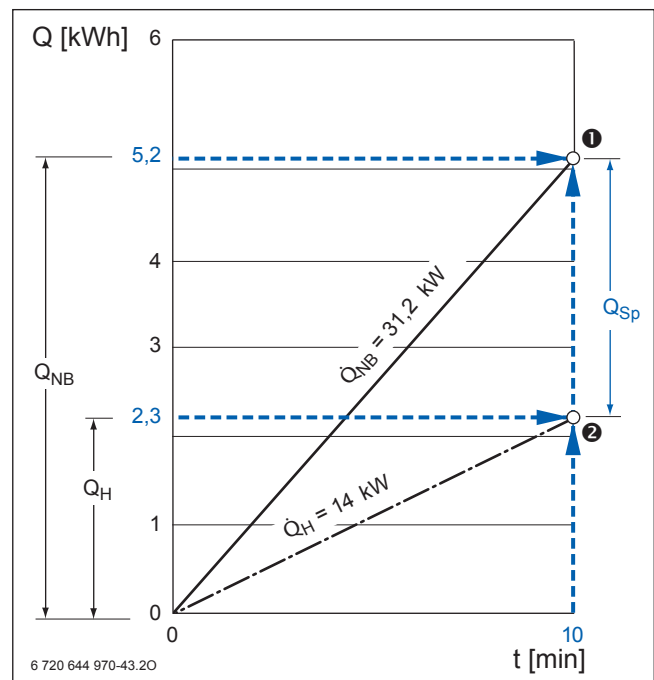

Bild 56 Badewannenfüllung per Dauerleistung und Speicherkapazität
Bild 56 ist bereits eine Anwendung des Wärmeschaubildes. Ausgehend von der Wärmekapazität Q_{NB} der Wannenfüllung und den 10 Minuten Fülldauer ergibt sich ein Bedarfspunkt ❶ für die Badewanne. Die Steigung der Bedarfslinie zwischen Null und Punkt ❶ entspricht nach der umgestellten Grundformel 73 (→ Seite 184) der benötigten Aufheizleistung:
Mit der Leistung des Heizkessels $\dot{Q}_H = 14 \text{ kW}$ und einer Wannen-Füllzeit von 10 Minuten wurde die Wärmekapazität $Q_H = 2,3 \text{ kWh}$ als Dauerleistung übertragen (→ Bild 56, Seite 84). Dem entspricht nach der umgestellten Grundformel 75 (→ Seite 184) bei 40°C die Warmwassermenge: